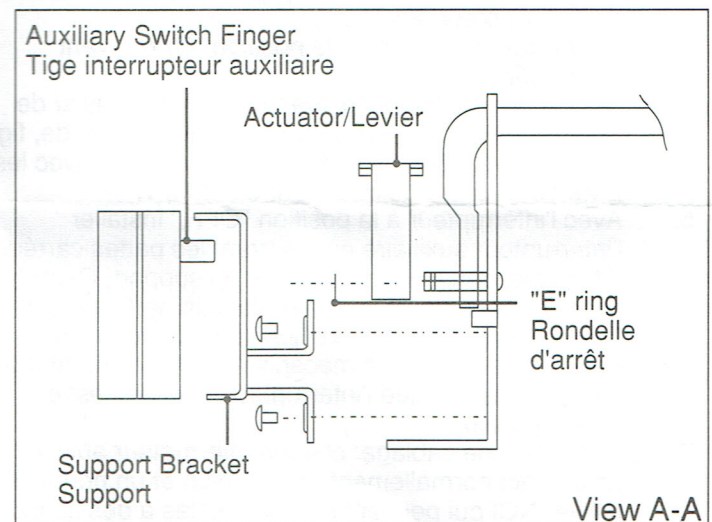

Fig. 2
3. Sur le côté opposé au mécanisme, fixer le levier de l'interrupteur auxiliaire sur le levier de commande, fig. 2.